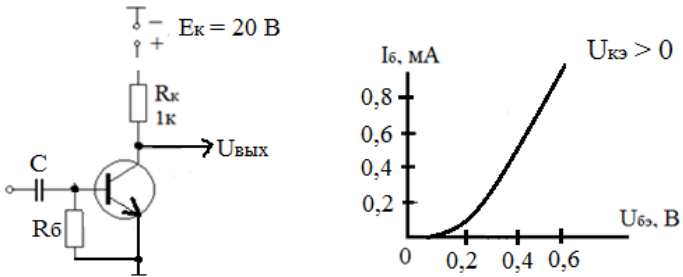

Рис. 2.10
10. Определить полярность и амплитуду $U_{\text{ВХ}}$ (сигнал импульсный), при которых $U_{\text{ВЫХ}} \approx 20 \text{ В}$; $\beta=20$ (рис. 2.10).